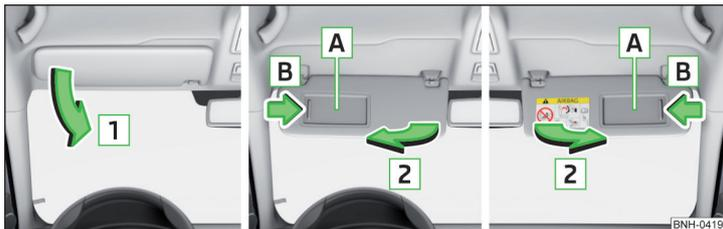

Fig. 54 Bajar visera / Girar visera hacia la puerta y colocar cubierta de espejo
**Operación y descripción del parasol** » fig. 54